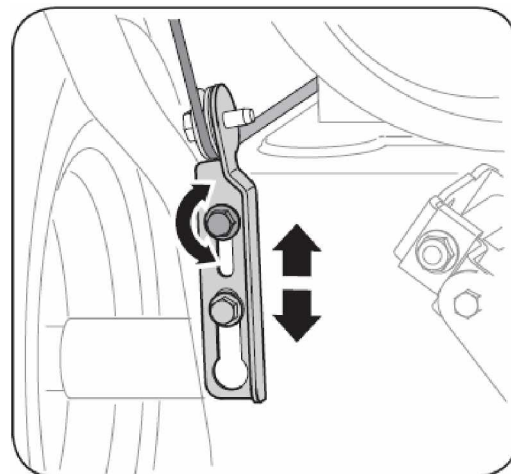

Рис. 13.
8. Переместите кронштейн вверх для обеспечения большего свободного хода (или вниз для увеличения натяжения тросика). См. Рис. 13.